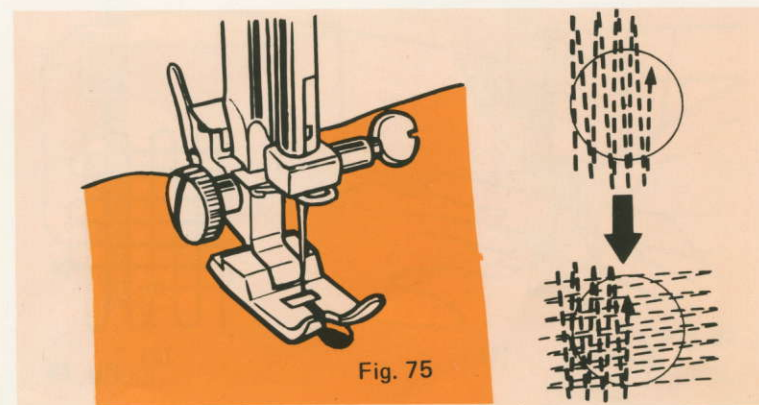

Fig. 75
(1) Over de scheur naaien met de stof voor en achterwaards te leiden met de hand. (Fig. 75)
(2) De stof 90° draaien en op het zelfde manier naaien.